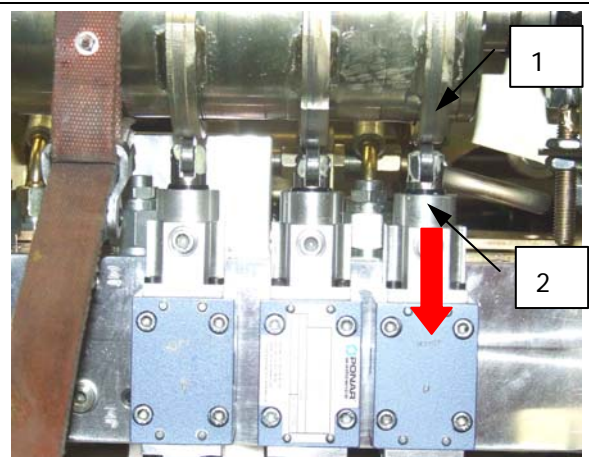

Fig.19
19. ... kunnes ylin lukitusrenkas (1) painaa vivun (oikealla) kokonaan alas → Fig.19